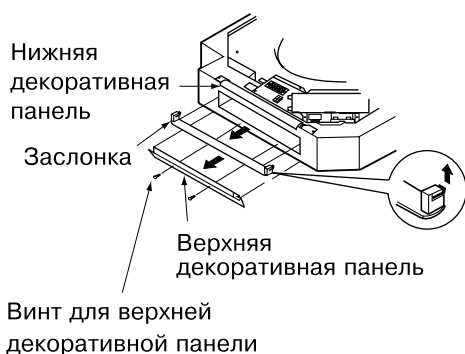

Рис. 11
1. Отделите верхнюю декоративную панель от подлежащих блокировке выпускных отверстий. (См. рис. 11)